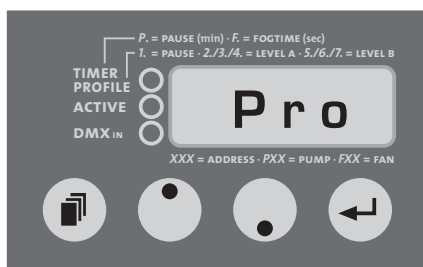

Fig. 4: Profile-Mode
- Pressez la touche Mode [14] sur le panneau de commande [17], jusqu'à ce que le symbole „Pro” s'affiche (cf. fig. 4).